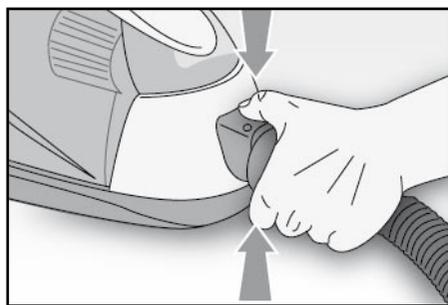

Fig. 2
- Inserire il manicotto (Q) nell'apertura di entrata dell'aria (H) e premerlo finché non scatta il blocco. Per rimuoverlo, è necessario premere contemporaneamente i due pulsanti di sblocco (V) ed estrarlo (Fig. 2).